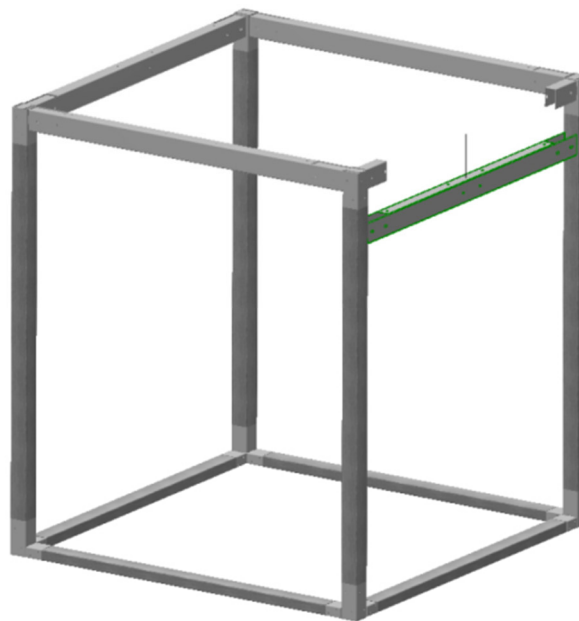
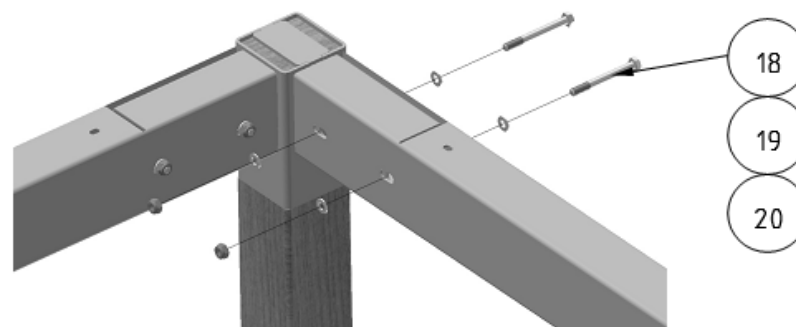

Abbildung 7: Anbringung der Seitenteile
Abbildung 8: Befestigung der Seitenteile
Schieben Sie nun die Seitenteile (7 & 8) von unten auf die Eckverbinder (2) (Abb. 7) und arretieren sie diese mit den entsprechenden Schrauben (Abb. 8). Schrauben Sie die Muttern mit der Hand auf die Schrauben und ziehen sie diese noch nicht fest. Die endgültige Fixierung erfolgt später. Achten Sie darauf, dass sich immer die gleichen Seitenteile gegenüberliegen (mit und ohne Loch).